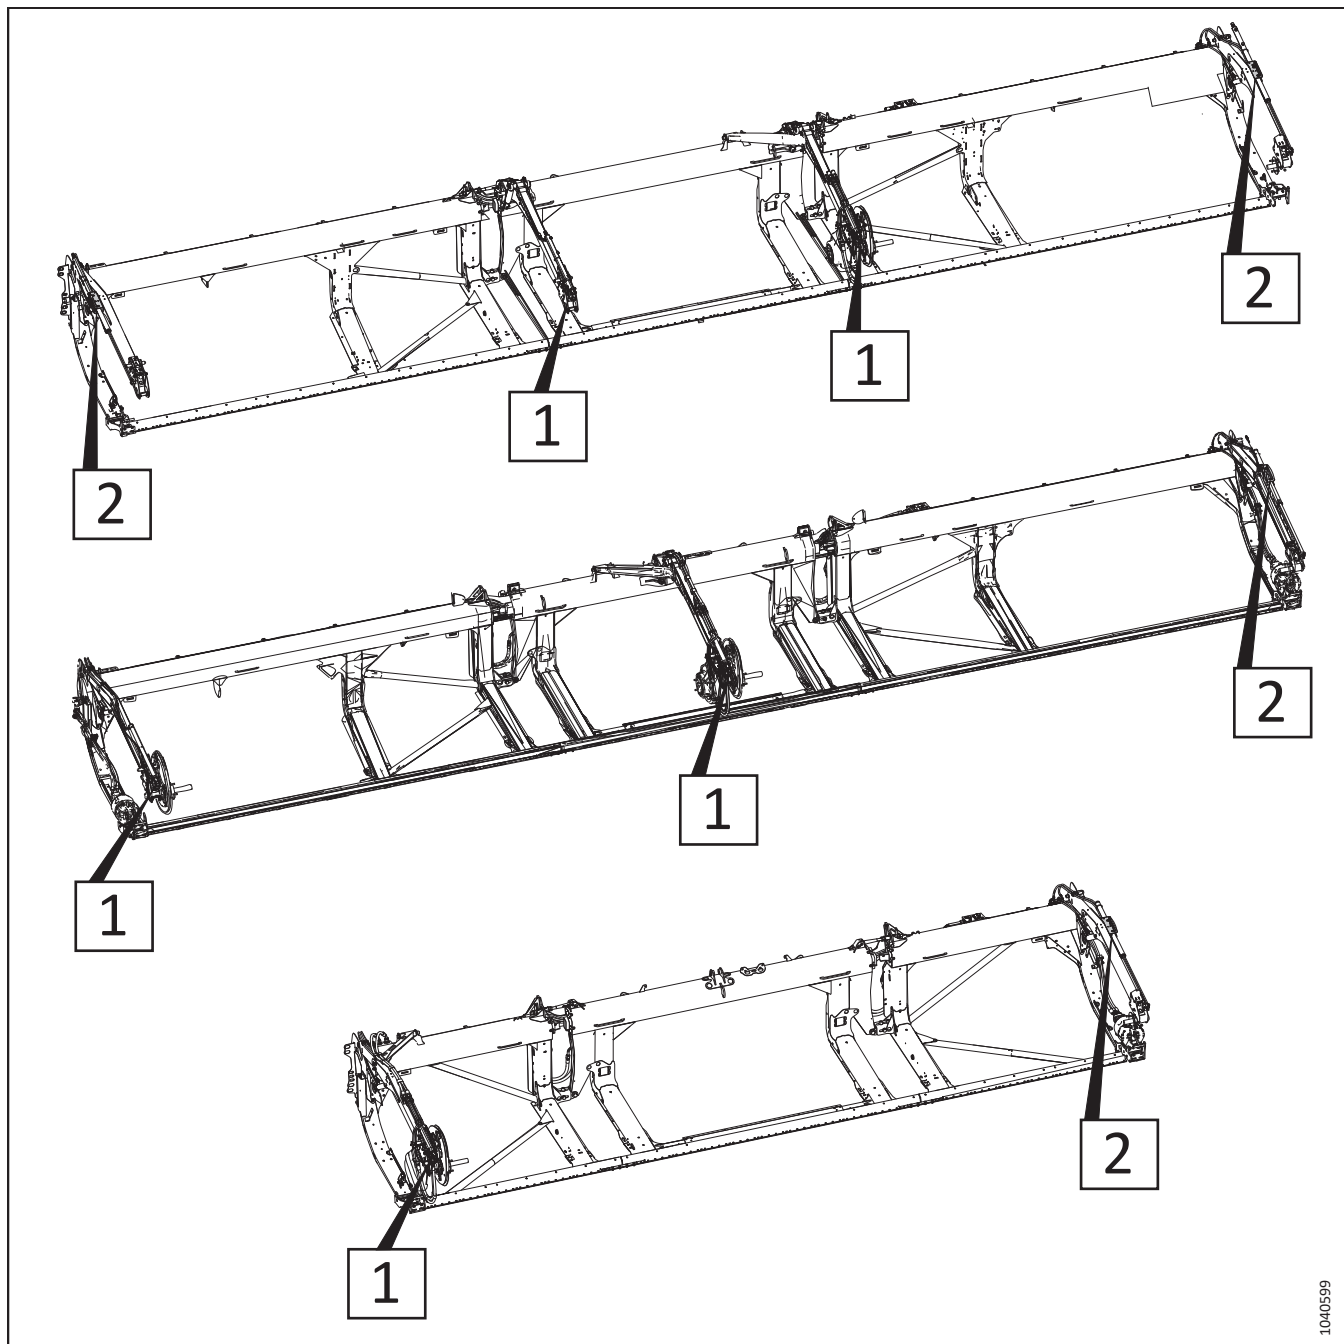

Рисунок 3.215: Регульовані циліндри поздовжнього положення — довідкові номери процедури
5. Див. рисунок 3.215, стор. 183, щоб визначити процедури регулювання циліндра поздовжнього положення мотовила для вашого типу жатки. Номер на рисунку стосується однієї з наведених нижче процедур: